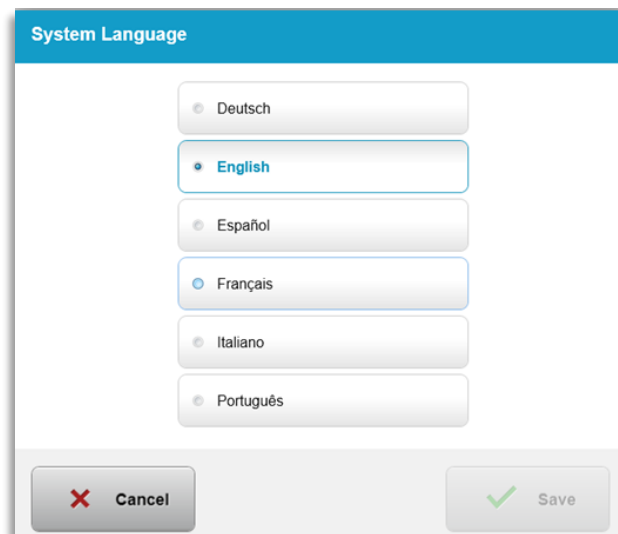

Figure 3-56. Réglage de la langue du système
- Sélectionnez la langue souhaitée dans le menu, comme illustré à la figure 3-56.